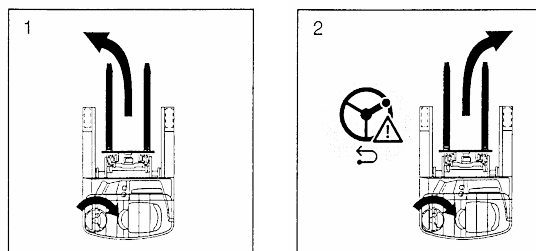

Fig. 2.10-1
Com o correspondente giro do volante, determina-se o curso da marcha (Fig. 2.10-1; item 1).